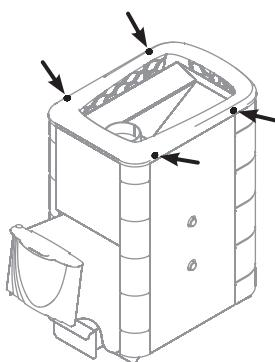

Рисунок 7. Демонтаж рамки конвектора печи «Тунгуска 2011»
1. Снять рамку конвектора, открутив 4 самореза (рисунок 7)